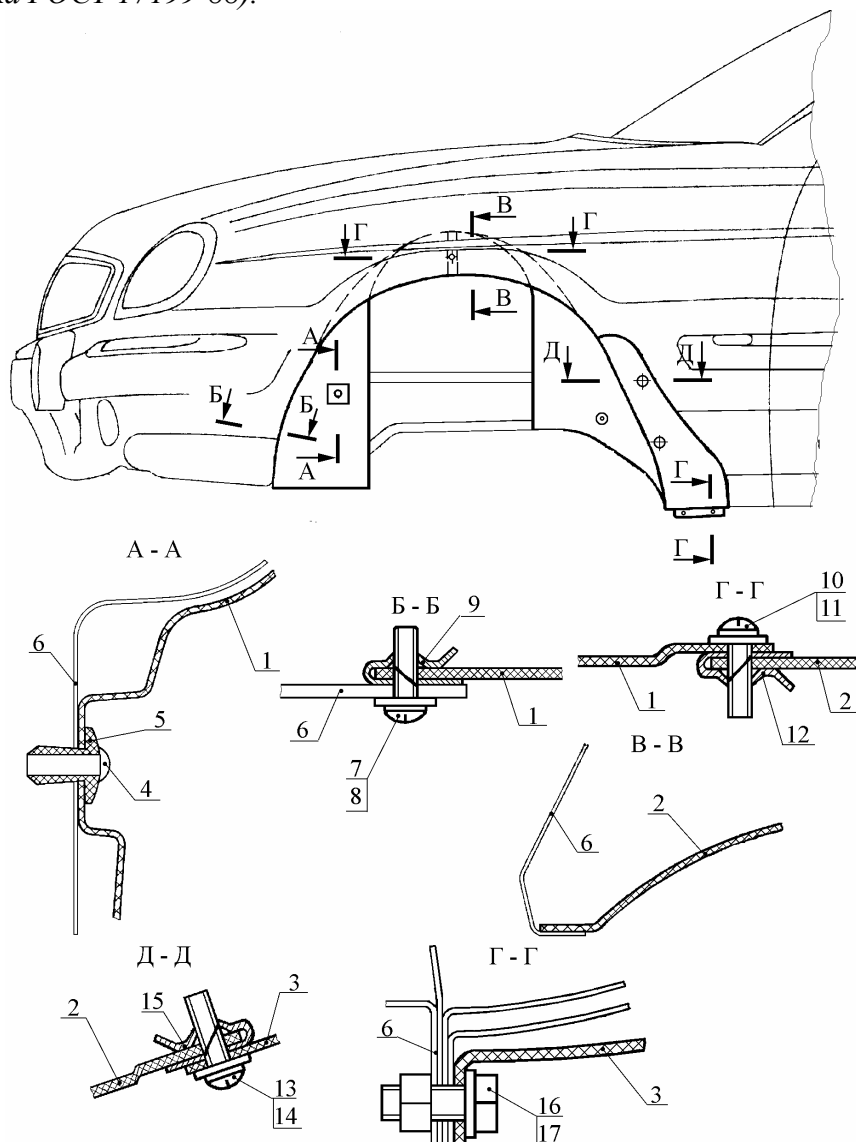

Рис. 23. Снятие деталей переднего крыла:
4.18.1. Снять щиток передний левый 1 (рис. 23), зацепив отверткой и сняв шесть пистонов 4 и держателей пистонов 5 крепления щитка к кузову 6, отвинтив и сняв два винта 7 с шайбами 8 и с двумя пластинчатыми гайками 9 крепления щитка к кузову, отвинтив и сняв два винта 10 с шайбами 11 и с двумя пластинчатыми гайками 12 крепления щитка к заднему левому щитку 2